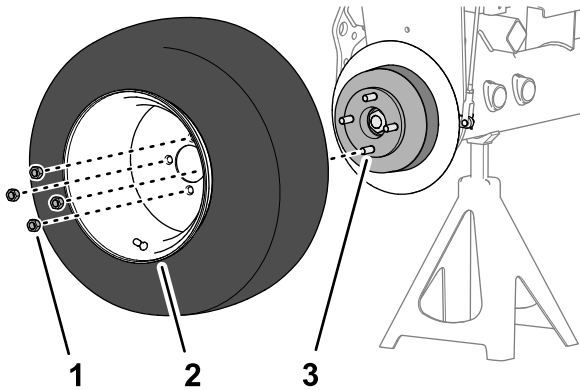

Bild 62
1. Entfernen Sie die vier Radmutter, mit der das Vorderrad an der Nabe befestigt ist, und nehmen Sie das Rad ab (Bild 62).